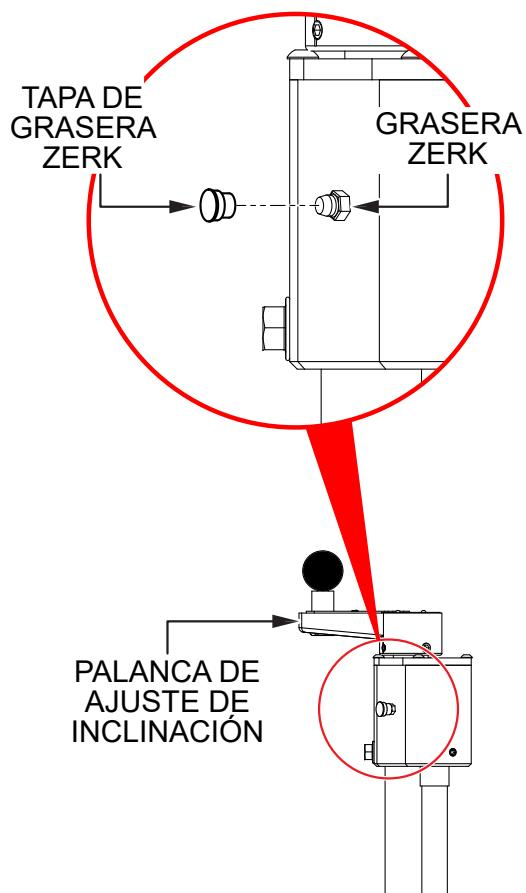

Figura 30. Lubricación de las torres de inclinación
- Localice la grasería Zerk justo debajo de la palanca de ajuste de inclinación en una de las torres de inclinación (Figura 30). Quite la tapa de la grasería Zerk y póngala a un lado.